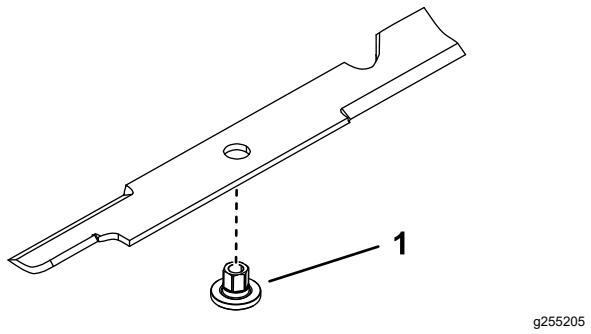

Figura 121
- Instale o casquilho através da lâmina com a flange do casquilho na parte inferior (relva) da lâmina (Figura 121).